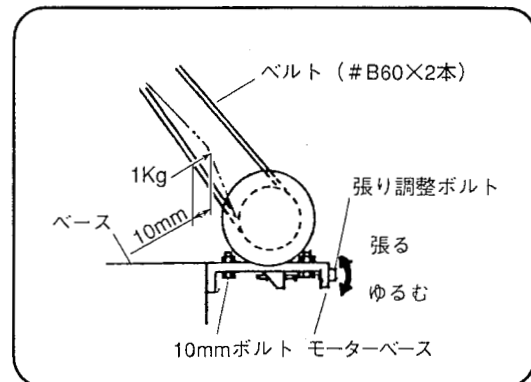

図 58
- モーターを取付けている 10mm ボルト（4 個）をゆるめ、張り調整ボルト（10mm）をまわして、ベルトの張りを調整します。（図58）1 kg で押したときに 10mm たわむよう調整します。